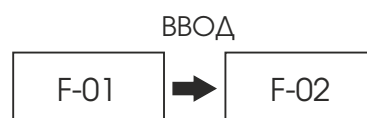

Рисунок 10. Изменение рабочей частоты.
6. Для изменения рабочей частоты металлодетектора удерживайте нажатой в течение 5 секунд кнопку «РЕГ». На индикаторе появится надпись «F-01» как показано на рис. 10. Используйте кнопку «РЕГ» для изменения рабочей частоты (от 1 до 12) и кнопку «ВВОД» для сохранения выбранного значения и перехода в рабочий режим металлодетектора.